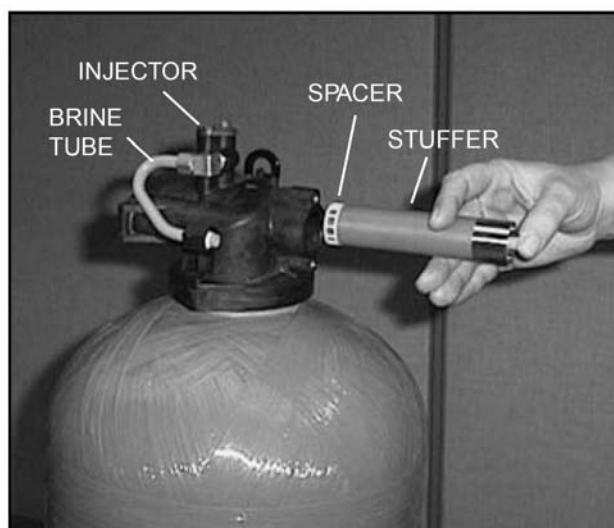

图4
11. 更换密封圈、格栅、橡胶垫，用特殊的推筒工具套上一个更换的零件。这是一个两用的工具（见图4），公的一边可以用来套住格栅并将它放进阀体里，而黄铜的母的一边可用来将密封圈推入到阀体里。
- 12.向阀体装填：首先装尾环（塑料或铜的无孔的圆环），然后用拇指按住母的一边的按钮--大直径那头，内部部分将会露出来（见图4），然后将尾环面向工具并装置在这个露出来的唇缘上，推入工具和尾环到阀体腔里直到插到底。在工具还在阀体内时，取一个密封圈压入母的那头的铜套内。